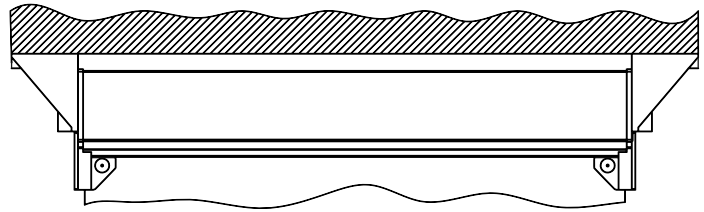

Рисунок 8. Крепление к потолку
- Для крепления к потолку используется: кронштейн – 2 шт. (рисунок 8).